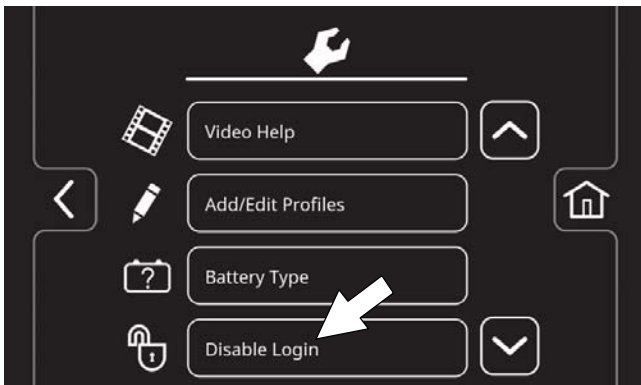

FIG. 177
4. Press the Disable Login button (Figure 177).